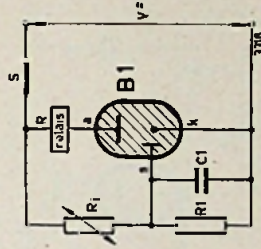

Fig. 10
- Elektronische Rundschau, december 1958, o.a. voor de schakelingen uit fig. 10, 12 en 20.
In fig. 10 is een zeer eenvoudige schakeling gegeven. De starter is voorzien van een voorspanning, welke verkregen wordt via R_i en R_1 . R_i is een element, dat een bepaalde informatie omzet in een weerstands-
De condensator C1 in fig. 10 is vaak nodig om een voldoende grote startimpulsstroom tussen starter en kathode te verkrijgen. C1 heeft meestal een waarde van 50—500 pF.